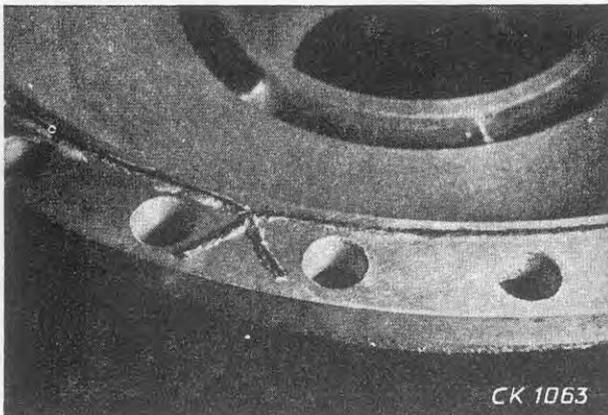

Bild 9/4c
- 8) Teflon-Dichtungsschnur 9 innerhalb der Schraubenreihe so auf die Dichtfläche der Kupplungsschale legen, daß die Schnurenden sich kreuzen (Bild 9/4c). Damit die Schnur nicht verrutscht, muß sie mit Fett bestrichen werden. Die Dichtflächen am Primärrad und an der Kupplungsschale müssen einwandfrei sein; sie dürfen nicht mit Dichtungsmasse bestrichen werden.